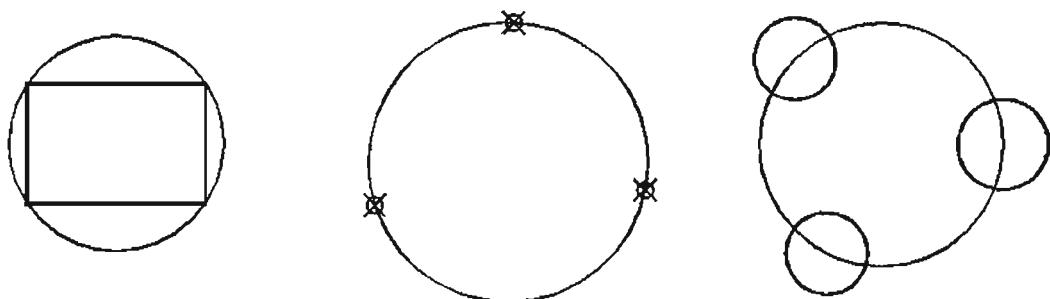

Рис. 3.2. Окружности, построенные по опорным точкам объектов
3.2.2. Начертить три окружности, проходящие через вершины прямоугольника, три опорные точки и центра трех заранее вычертенных окружностей. Точки чертить при помощи команды **POINT** (ТОЧКА). Стиль точек задать командой **Point Style** (Форма и размеры точек) (рис. 3.2).